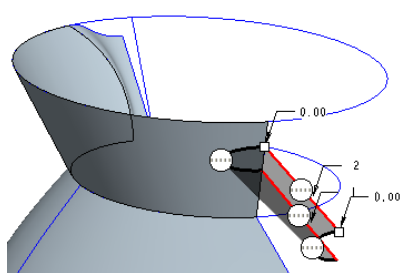

图 5-102 选择第二方向曲线链
- 在操控板中单击“第二方向链”收集器, 按住【Ctrl】键选择如图 5-102 所示的两条曲线。